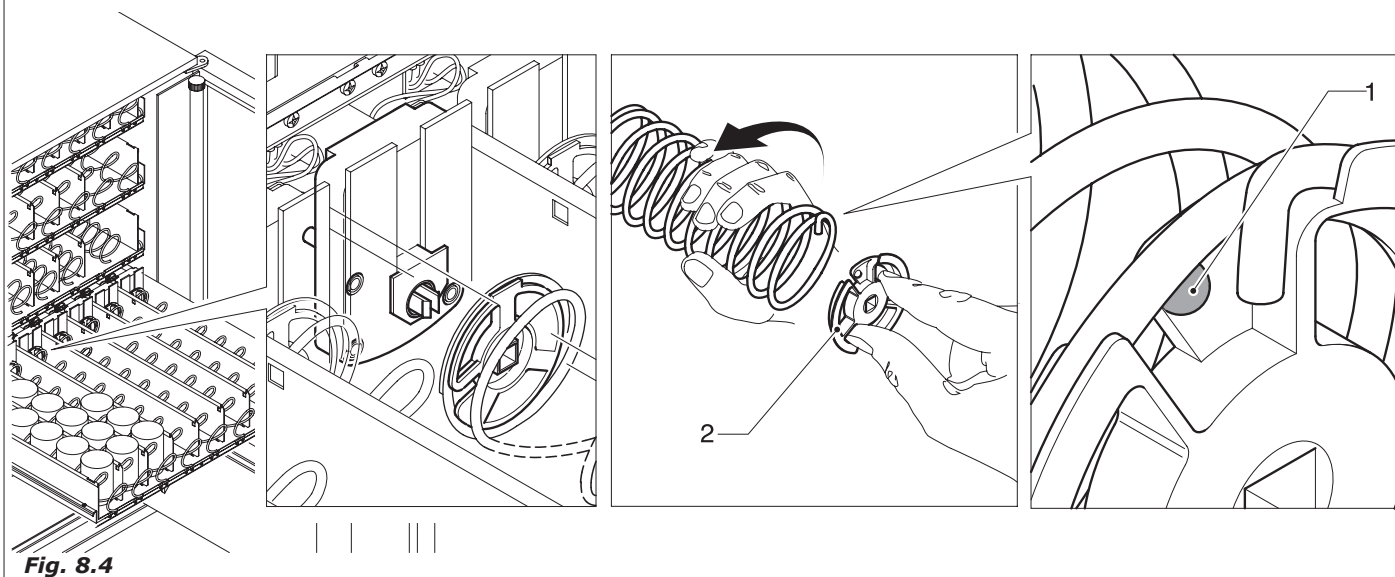

Fig. 8.4
- virar a espiral no sentido horário até o desbloqueio sobre o came de arrastamento (Fig. 8.4)
- enganchar a espiral atrás da marca sobre o came (Fig. 8.4-pos.1)
- introduzir a espiral no corte sobre o came (Fig. 8.4-pos.2)